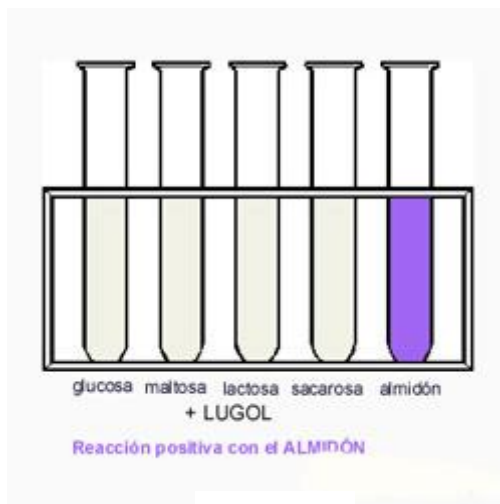

Figura 6
- Observar los resultados. Figura 6.